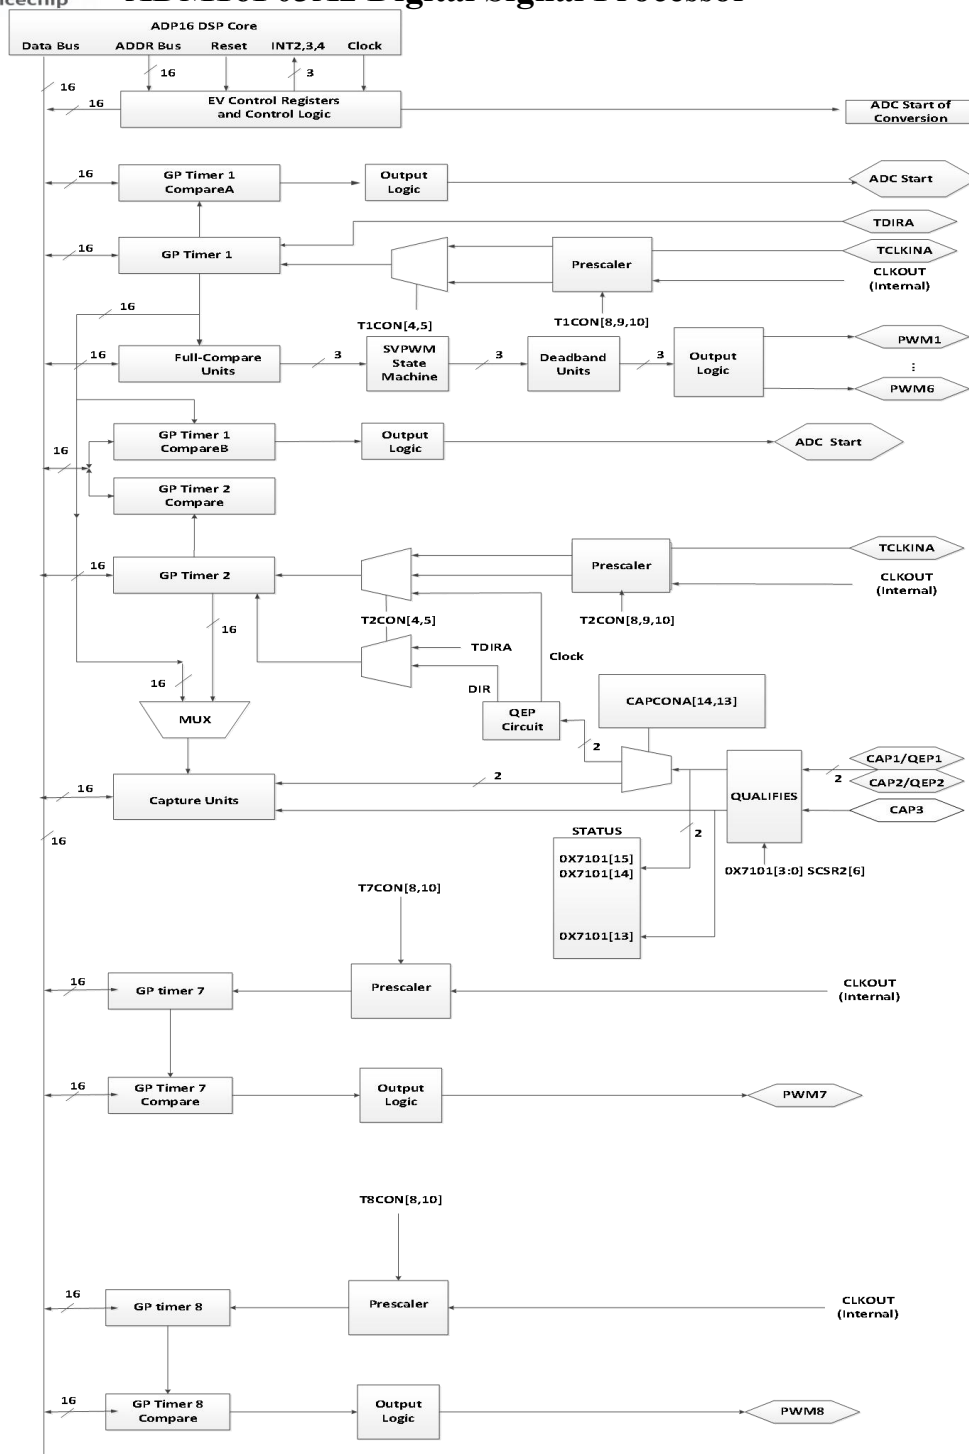

图 15.1 事件管理器模块 EM1 功能框图
该系列器件集成一个事件管理器模块 EM1，此模块包括通用(GP) 定时器、完全比较/ PWM 单元、捕获单元和正交编码器脉冲(QEP) 电路。表 15.1 列出了 EM1 包含的主要模块、信号名称、功能特性，图 15.1 展示了事件管理器模块（EM1）功能结构。